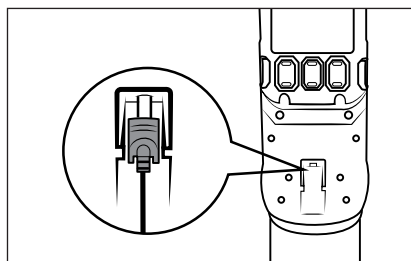

Fig. 8
- L'aspirapolvere può anche essere caricato direttamente tramite l'alimentatore **9**. A tale scopo girare leggermente lo spinotto cavo **10** per rimuoverlo dal supporto a parete **17** e inserirlo nella presa di carica **2** dell'apparecchio (vedere fig. 8).